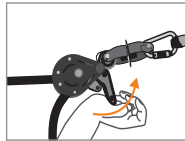

Fig 5
Trek aan de klemhendel (4) om de veiligheidslijn te ontkoppelen (fig. 5). Maak het geheel los en doe de onderdelen terug in hun originele verpakking. Laat de veiligheidslijn na een interventie niet geïnstalleerd. De veiligheidslijn kan **maximaal** voor één interventiedag worden geïnstalleerd.